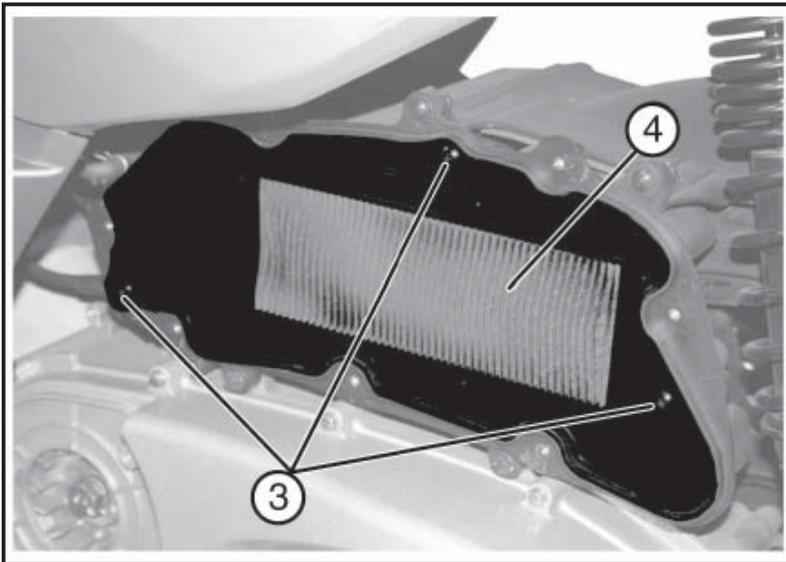

Fig. 01
- Unscrew the three screws «3 - Fig. 01».
- Remove the filter element «4 - Fig. 01».